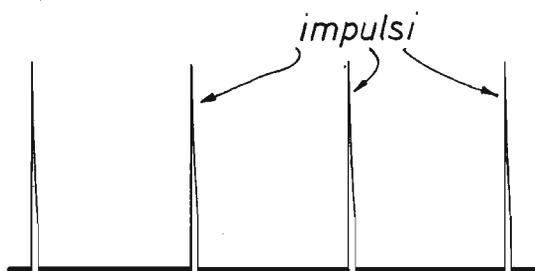

Fig. 4 - Queste sono le forme d'onda degli impulsi elettrici di tensione generati dal transistor UJT.
**Fig. 4 - Schema a blocchi interpretativo del funzionamento del generatore di suoni. I primi due blocchi rappresentano il DAC (Digital Analog Converter), il terzo, l'oscillatore a frequenza variabile ed il quarto, l'amplificatore di bassa frequenza e di pilotaggio dell'altoparlante.**